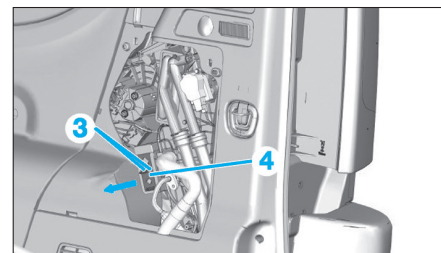

Fig. 12
- les vis (3) du détendeur (Fig.12),
- le détendeur (4).